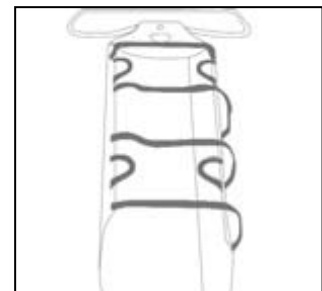

Fig. 6
- Ziehen Sie die Zugbänder von unterhalb der Trage heraus und befestigen Sie die Schnallen. (Fig. 6).